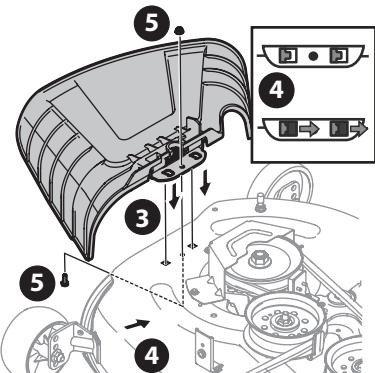

Figure 10
- Lorsque vous placez le déflecteur d'éjection sur le plateau de coupe, insérez les pattes du déflecteur d'éjection dans les trous du plateau de coupe (Figure 10).
- Glissez le déflecteur d'éjection vers l'arrière de l'appareil jusqu'à ce que le trou du boulon sur le déflecteur d'éjection s'aligne avec le trou du plateau de coupe (Figure 10).
- Fixez le déflecteur d'éjection avec l'écrou autobloquant à bride et le boulon hexagonal retirés à l'étape 2. Serrez-le à un couple de 12-14 N m (102-124 po-lb). Passez au sous-chapitre Réglage des roues du plateau de coupe (sur certains modèles) (Figure 10).